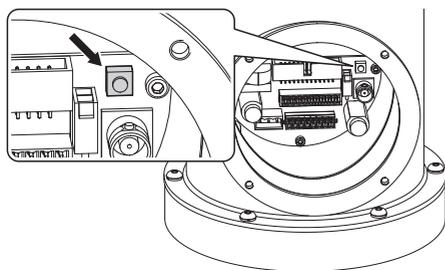

Fig. 14
- Tenere premuto il pulsante di reset (P1, Fig. 14, pagina 18).